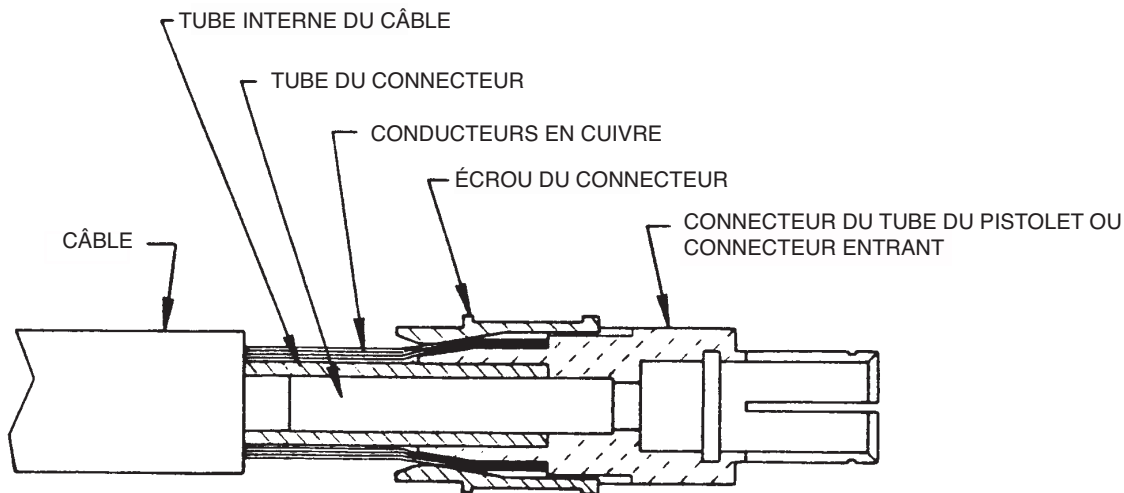

FIGURE D.2
g. Vérifier que le protecteur du câble et les deux moitiés du réducteur de tension soient sur le câble. Faire glisser l'écrou du connecteur sur les conducteurs en cuivre avec le bout fileté dehors. Orienter le connecteur du tube du pistolet de telle sorte que la face usinée soit du même côté du câble que les fils de contrôle rouge et blanc. Assembler le connecteur du tube du pistolet sur le câble en insérant le tube en acier du connecteur dans le diamètre interne du tube intérieur du câble jusqu'à ce que les conducteurs en cuivre butent contre l'épaulement du connecteur du tube du pistolet. En maintenant les conducteurs en cuivre contre l'épaulement, tirer l'écrou du connecteur par-dessus les conducteurs en cuivre, engager les filetages du connecteur du tube du pistolet et serrer pour mettre en place. Figure D.2.
- Vérifier que le protecteur du câble et la poignée du câble se trouvent sur le câble. Faire glisser l'écrou du connecteur sur les conducteurs en cuivre, l'extrémité fileté vers l'extérieur. Assembler le connecteur entrant sur le câble en poussant le tube en acier du connecteur dans le diamètre interne du tube intérieur du câble jusqu'à ce que les conducteurs en cuivre butent contre l'épaule du connecteur entrant. En maintenant les conducteurs en cuivre contre l'épaule, tirer l'écrou du connecteur par-dessus les conducteurs en cuivre, engager les filetages du connecteur du tube du pistolet et serrer pour mettre en place. Se reporter à la Figure D.2).